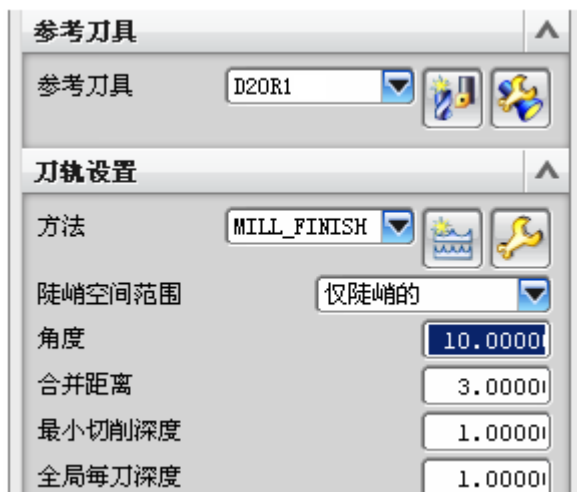

图 5-65
- 在图 5-64 中，单击 OK，打开操作参数设置对话框，设置如图 5-65 所示的参数。